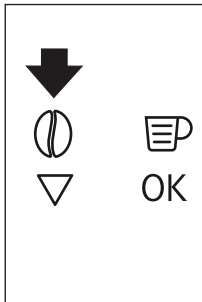

Fig. 15
- ▶ Depois de utilizar a máquina com café pré-moído, para voltar a preparar o café utilizando grãos, desative a função de café pré-moído premindo o ícone ☉ (B4) (Fig. 15).